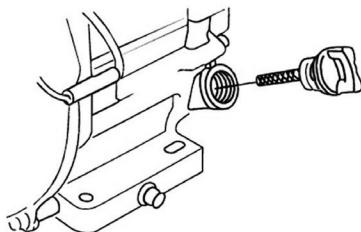

Рис. 8 Крышка-щуп маслозаливной горловины
- Выкрутите крышку-щуп маслозаливной горловины и извлеките щуп (Рис. 8).